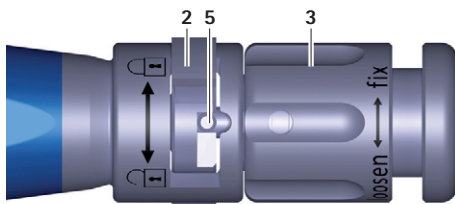
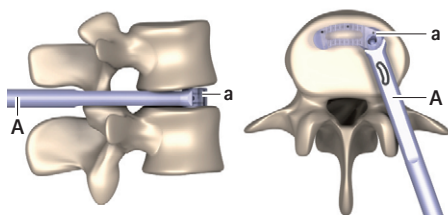

Fig. 3 Vista da vicino, strumento inseritore, interruttore chiuso
Fig. 11 Impianto in posizione finale
- ▶ Ruotare l'interruttore **2** verso destra (direzione ) , vedere Fig. 3.
- ▶ Ruotare il dado girevole **3** in senso antiorario (direzione "loosen"), finché il pin **5** non si trova completamente nell'interruttore **2**, vedere Fig. 3. Assicurarsi che il pin **5** nell'interruttore **2** non si blocchi.
- Ruotare l'interruttore **2** verso destra (direzione ) , vedere Fig. 3.
- ▶ Non appena la posizione finale (vedere Fig. 11) è raggiunta: ruotare il dado girevole **3** in senso antiorario (direzione "loosen"), finché il pin **5** non si trova completamente nell'interruttore **2**, vedere Fig. 3. Assicurarsi che il pin **5** nell'interruttore **2** non si blocchi.